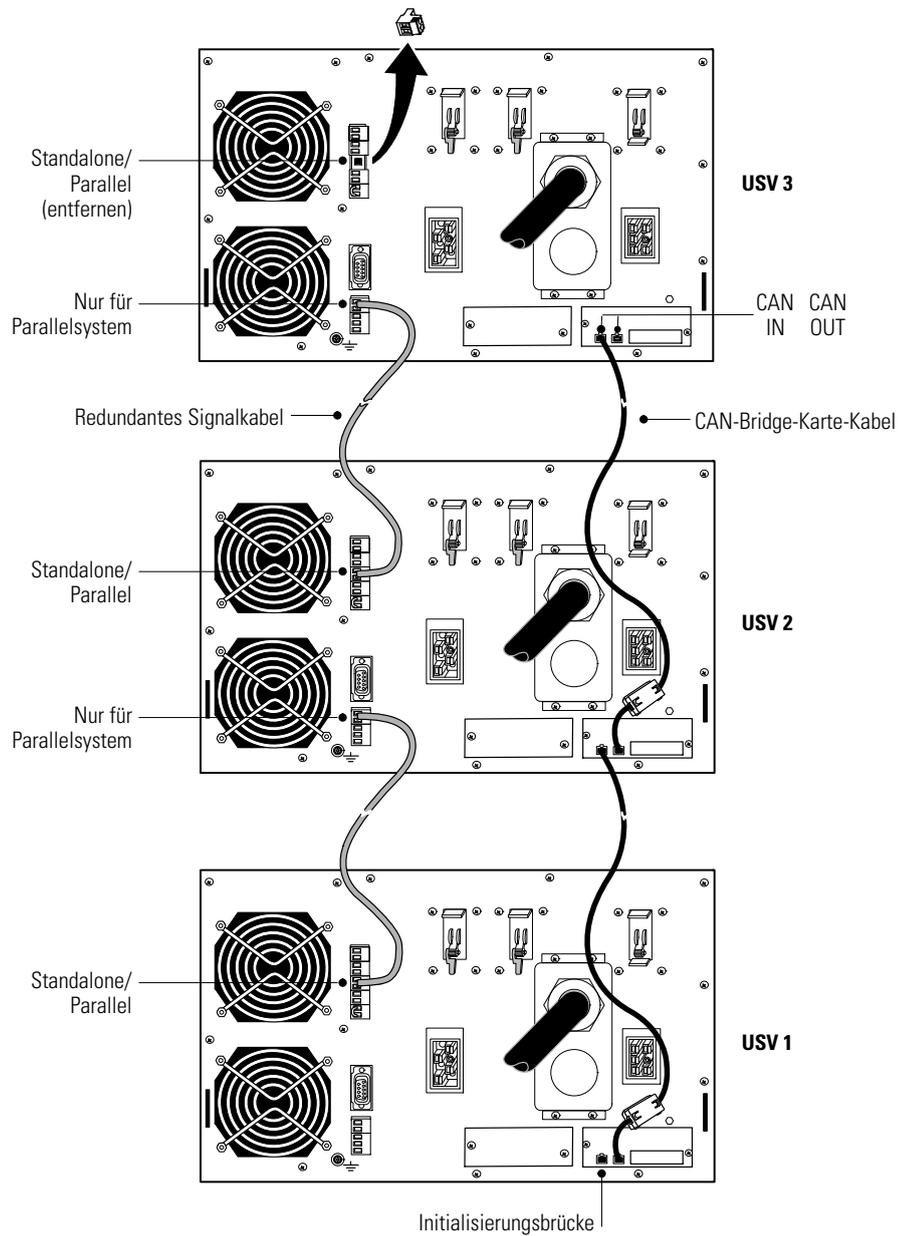

Abbildung 43. Typische CAN-Bridge-Karte und redundante Signalverkabelung
9. Überprüfen, ob die mitgelieferte Initialisierungsbrücke im CAN IN-Port auf der ersten USV eingesetzt ist (USV 1 in Abbildung 43).
10. Mithilfe der mitgelieferten Steckverbindungen ein CAN-Bridge-Karte-Kabel an jeder USV anschließen, wie in Abbildung 43 dargestellt. Den CAN OUT-Anschluss an der einen USV mit dem CAN IN-Anschluss auf der nächsten verbinden.
HINWEIS Sie können das Parallelsystem so konfigurieren, dass sich USV 1 im Rack ganz unten (wie in Abbildung 43 dargestellt) oder ganz oben befindet.
- 12.** Schließen Sie an jeder USV ein redundantes Signalkabel zwischen den Klemmen „Nur für Parallelsystem“ und „Standalone/Parallel“ an, wie in Abbildung 43 dargestellt. Entfernen Sie die bestehenden Klemmenleisten-Steckverbindungen, bevor Sie das Kabel anschließen.
13. Die Standalone/Parallel-Steckverbindung aus der Klemmenleiste von der letzten USV entfernen (USV3 in Abbildung 43).